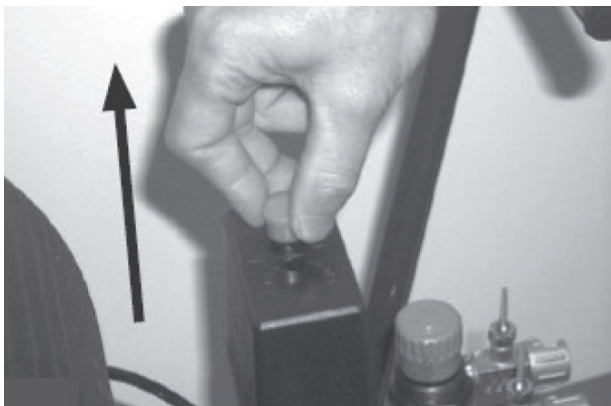

Рис. 4
9. Включите компрессор красной кнопкой на реле давления, потянув ее вверх (рис. 4). Компрессор запустится и начнет накачивать воздух в ресивер. После достижения заданного верхнего уровня давления (8 бар) компрессор остановится. По мере расходования воздуха, давление в ресивере падает и, когда оно достигает нижнего заданного уровня (разница между верхним и нижним уровнем давления 2 бар), компрессор автоматически включится. Компрессор продолжает выполнять этот цикл в автоматическом режиме до тех пор, пока его не выключить с помощью выключателя реле давления.